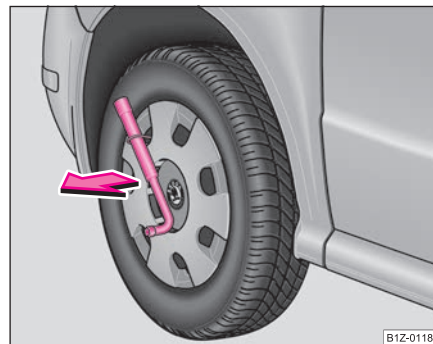

Fig. 157 Demontarea capacului de roată
- Introduceți cheia de roată prin mâner, sprijiniți cheia de roată și trageți capacul ⇒ fig. 157.